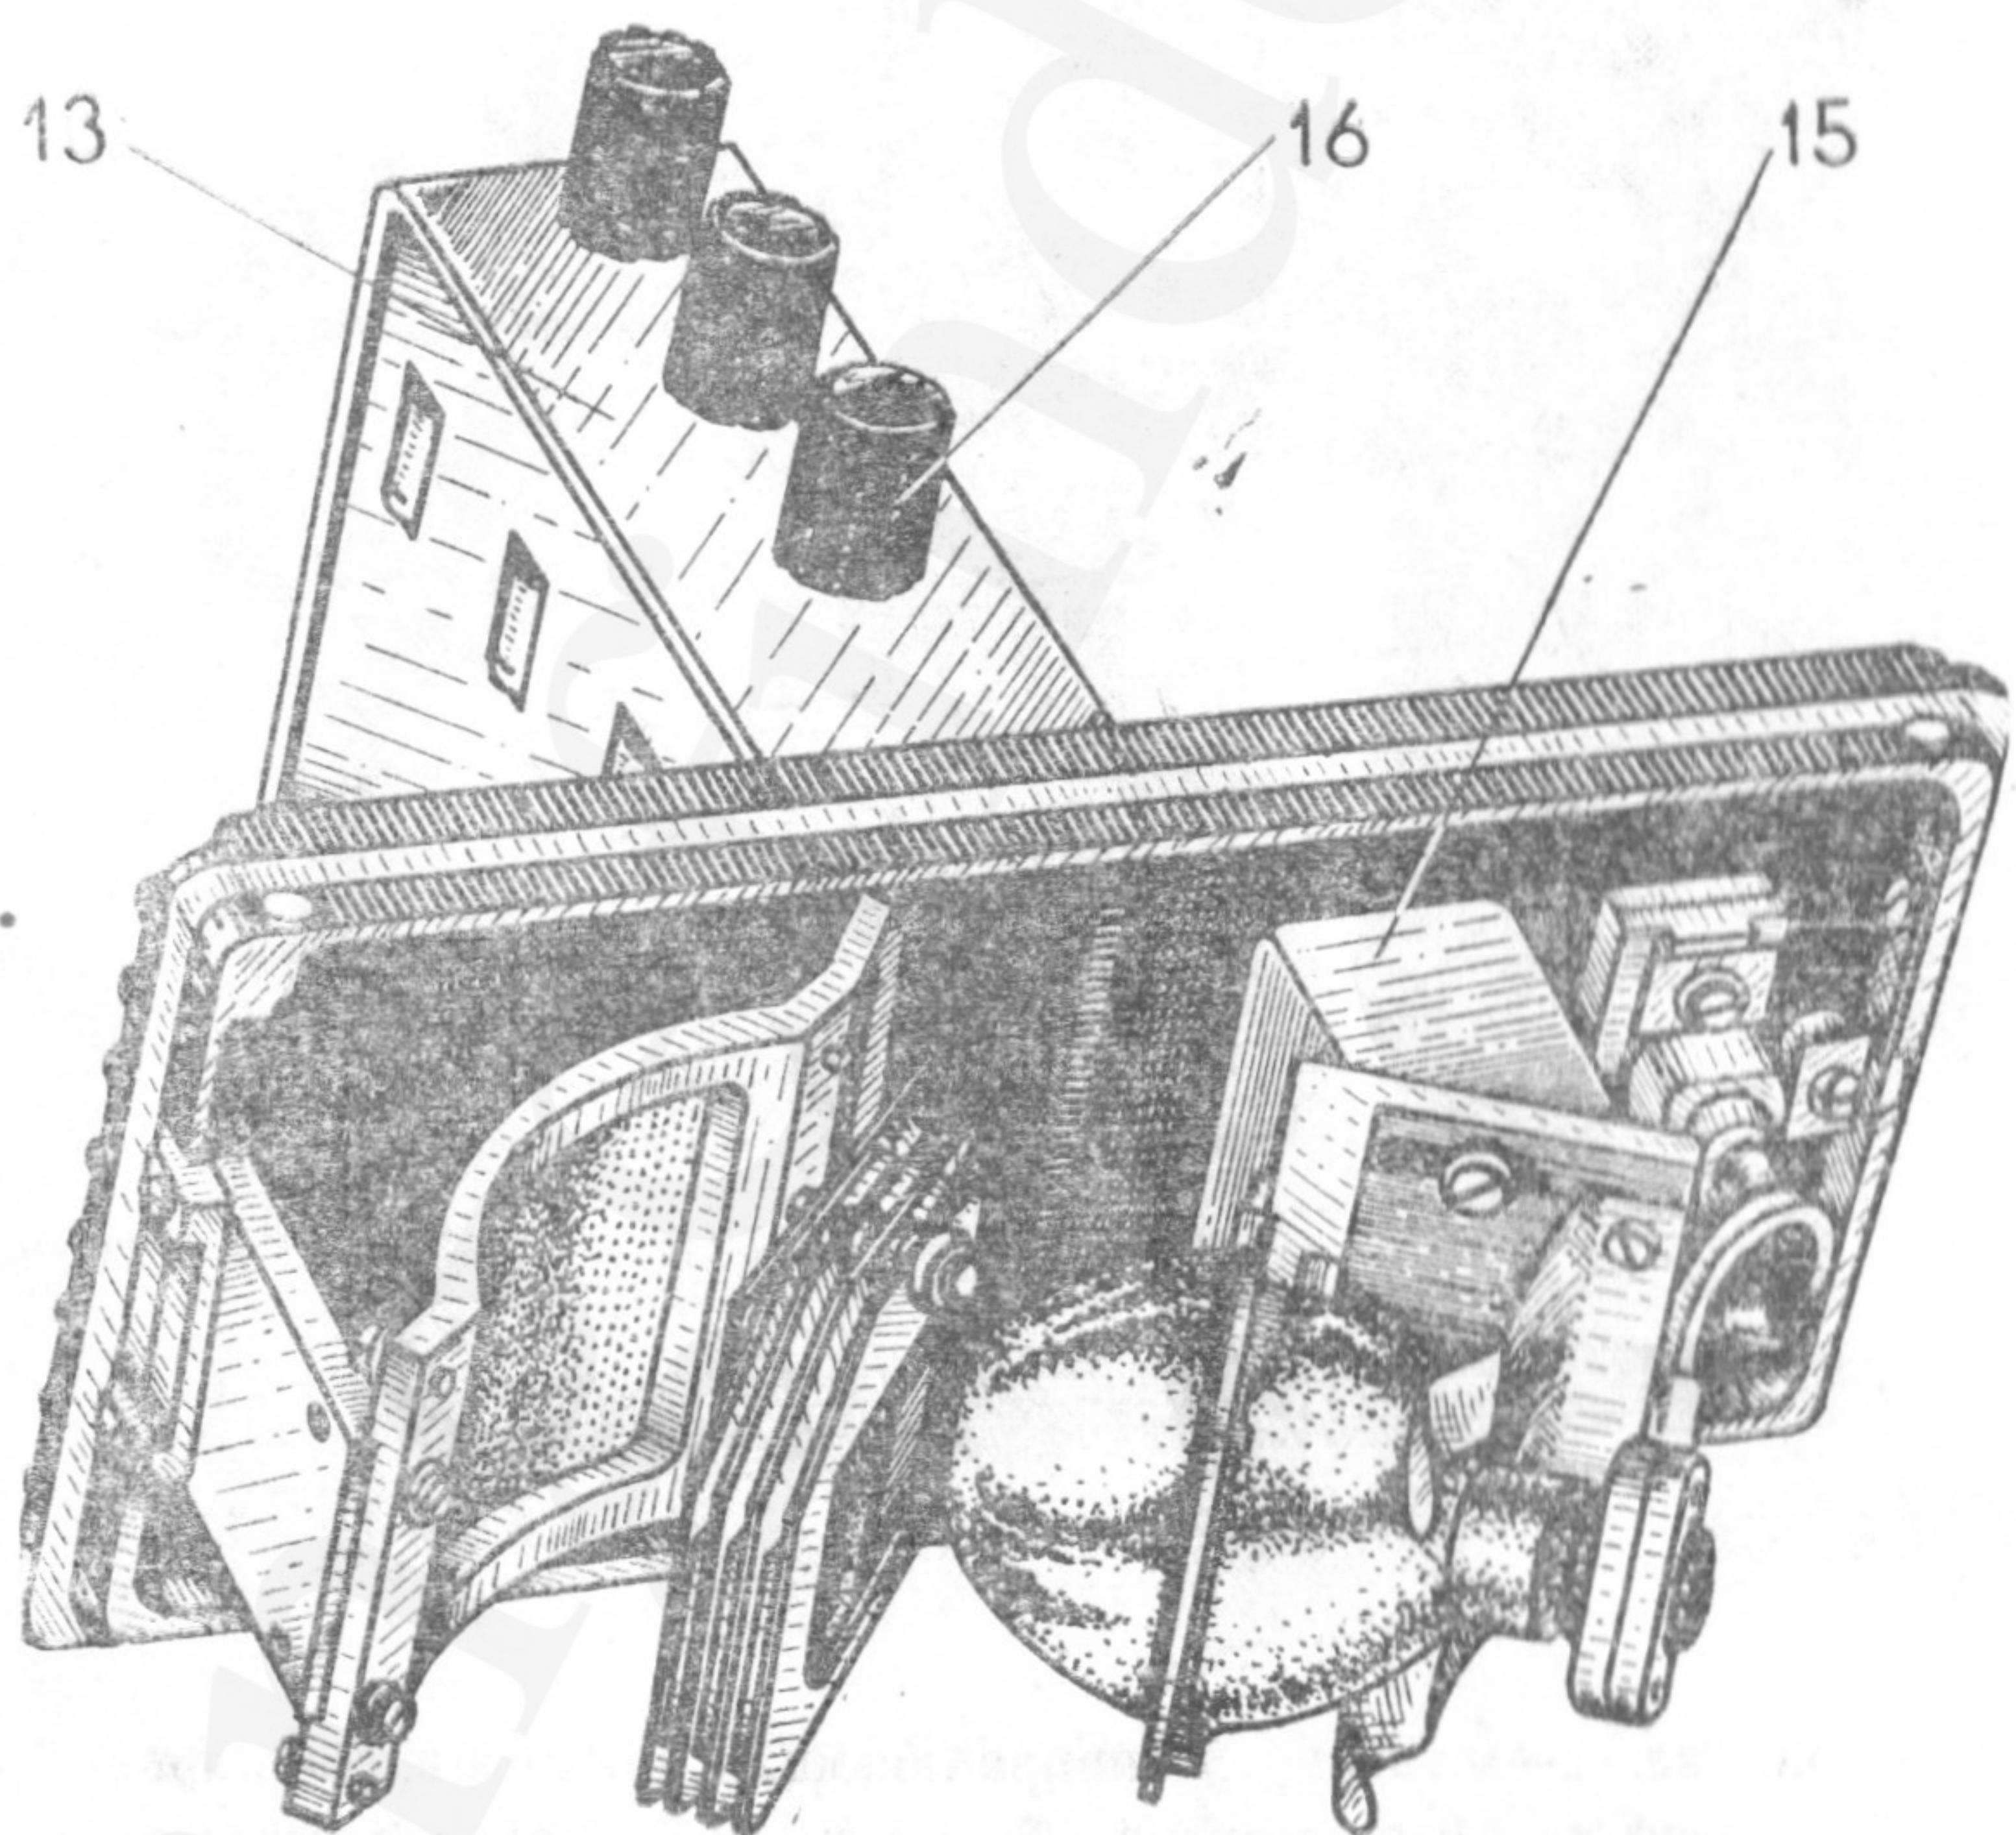

Рис. 2.
Цветосмесительная головка 13 (рис. 2.) имеет в своем составе галогенную лампу на кронштейне 15, который обеспечивает регулировку положения источника света, рефлектор с ячеистой структурой и интерференционные светофильтры с механизмом ввода их в световой поток. Светофильтры вводятся и выводятся плавно при вращении ручек 16, имеющих шкальные устройства. Значения «0» на шкалах соответствуют полностью выведенному положению светофильтров; остальные числовые значения на шкалах соответствуют эффективной плотности введенного светофильтра.
7.7. Выполните цветовую коррекцию негатива введением одного или двух светофильтров с помощью ручек 16 (см. рис. 2) в световой поток лампы.
7.12. Установите, в случае черно-белой печати, ручки 16 (см. рис. 2) всех светофильтров цветосмесительной головки 13 на нуль.